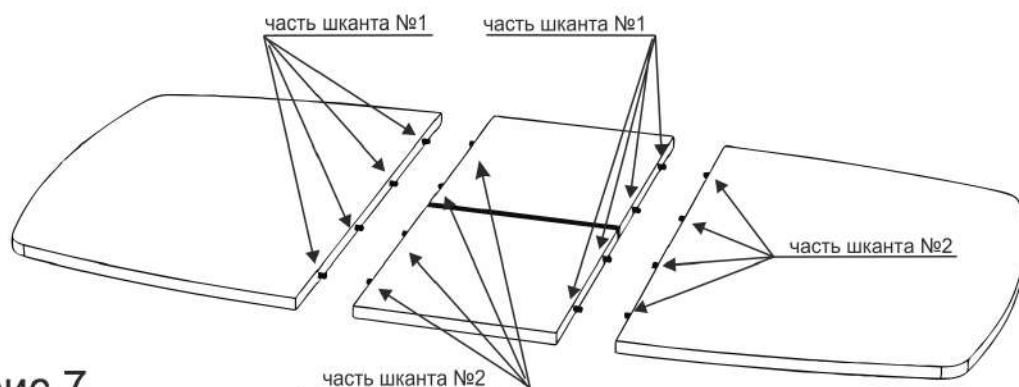

рис.7
11. В отверстия в торцах столешниц и вставок вставляем шканты «папа-мама» металлические (в) по схеме на рис.7.